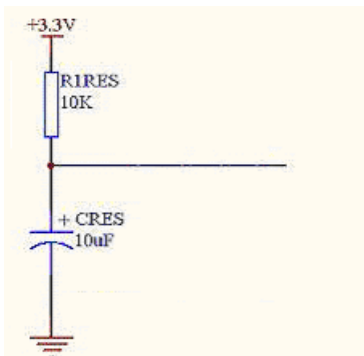

图 8.2 硬件复位 HRST\_N 的产生
- HRST\_N: SE0164 系统硬复位, 将复位所有电路。施密特触发器输入管脚, 低电平复位。通过普通的 RC ( $R=10\text{k}$  欧姆,  $C=10$  微法) 复位电路即可实现。如图 8.2 所示。